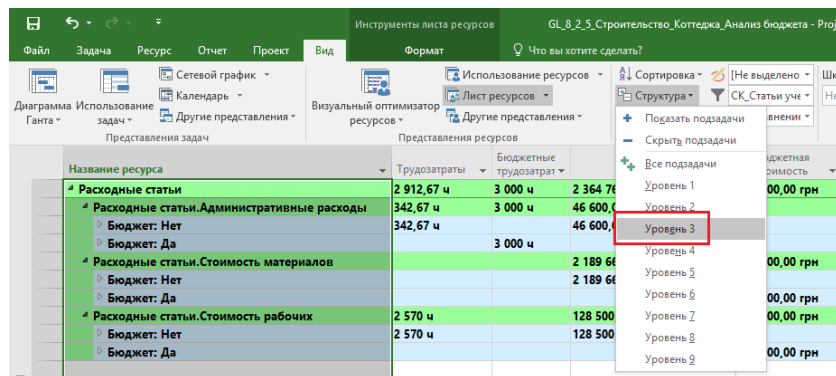

Рисунок 8.57 – Задание отображения структуры
7. Последний шаг – это на закладке «Вид» нужно в области «Данные» выбрать «Структура – Уровень 3» (Рисунок 8.57).